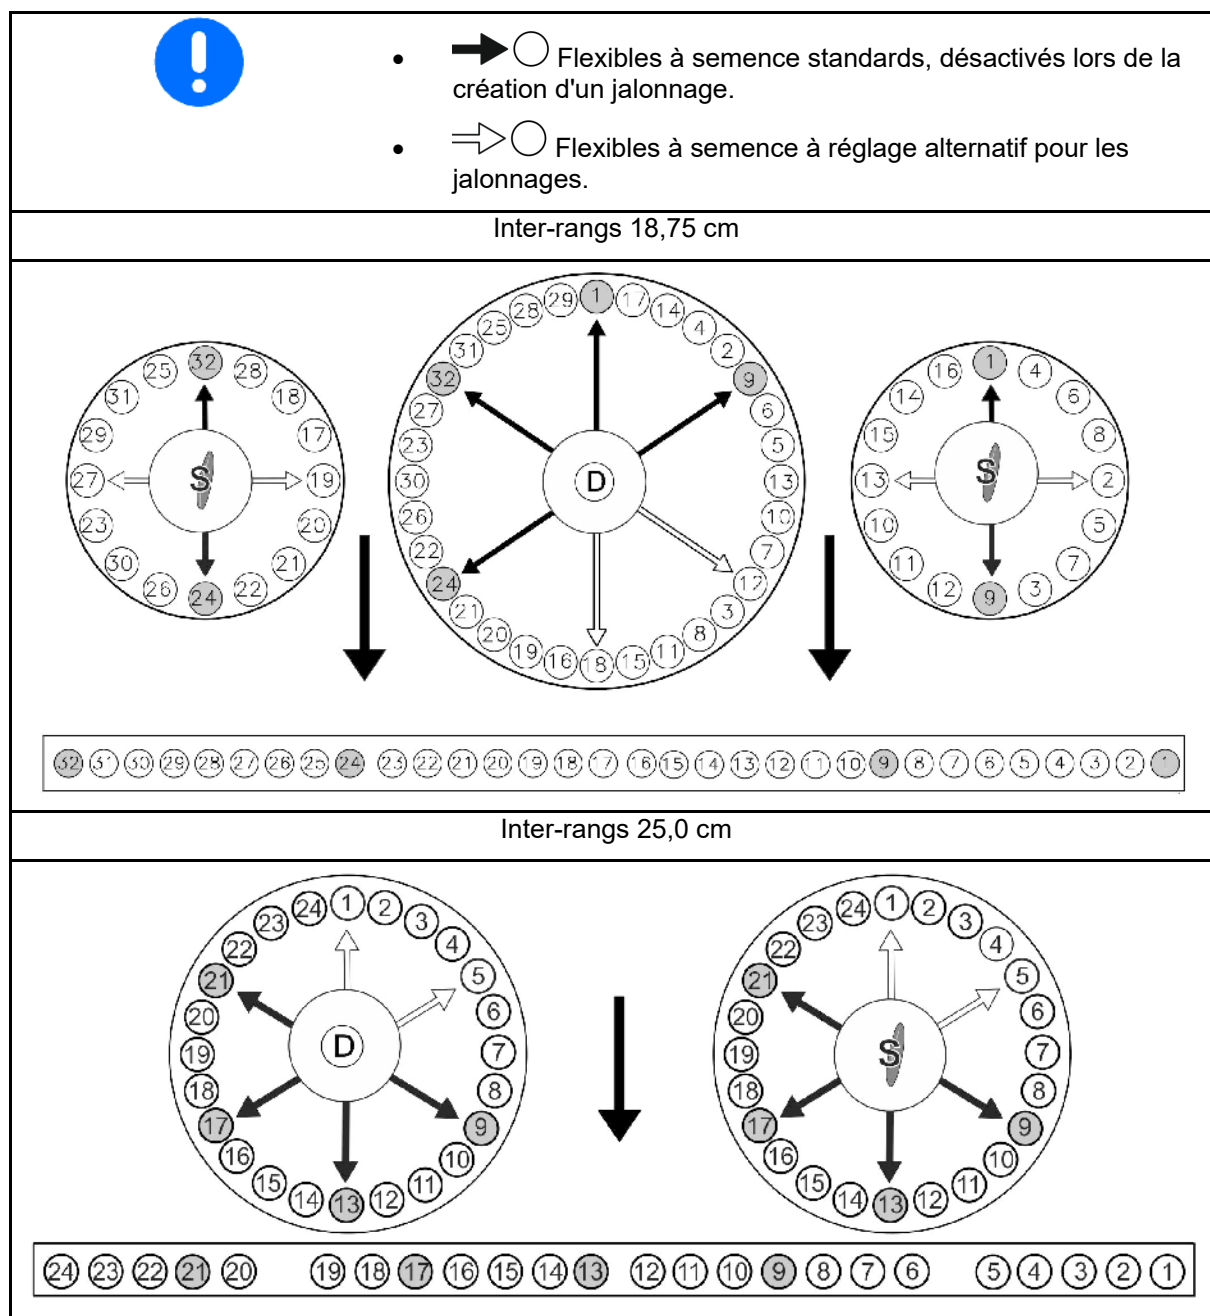

Fig. 125
2. Retirez la jauge d'huile (Fig. 125/2).